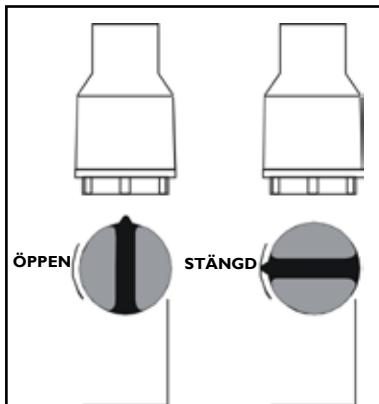

Fig. 2
- Anslut lämpliga städredskap till sugslangen och koppla denna till sugdosan. Se till att ventilen på sughandtaget står i öppet läge (fig. 2). Genom att man börjar städa åstadkoms ett ljud i rörsystemet, vilket startar centralenheten.